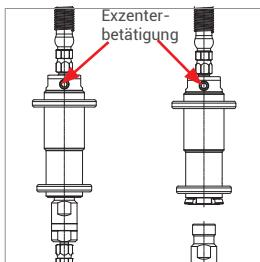

Abbildung 11
- Drehen Sie die Exzenterbetätigung (Pos. 2) mit einem Sechskant-Winkelschraubendreher SW6 um 180° (Abbildung 11) → die Spannzangen öffnen